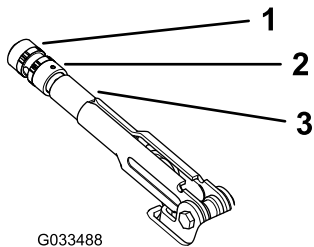

Figure 64
2. Desserrez la vis de fixation du pommeau sur le levier du frein de stationnement (Figure 64).